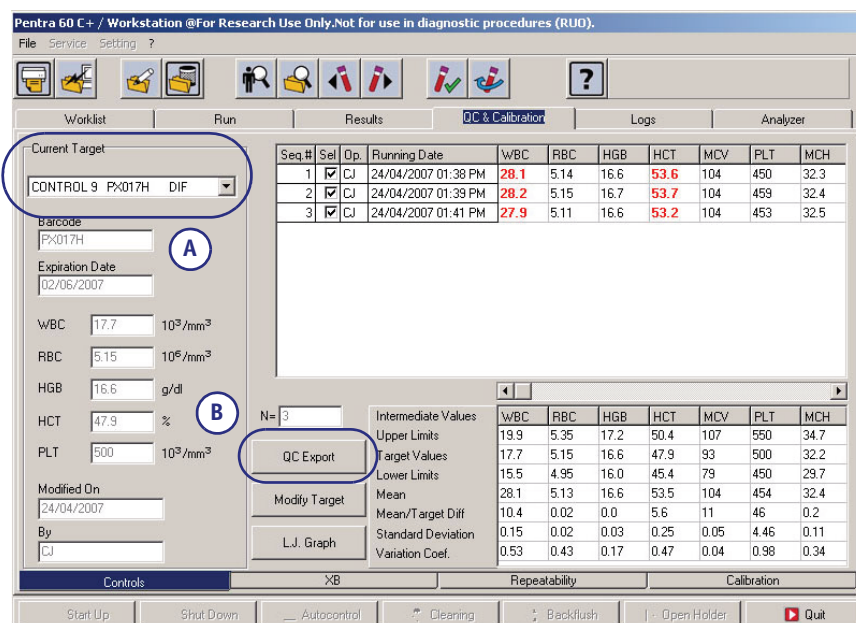

Fig.1-1: «QC & Calibration» tab
- ◆ Open the «QC & Calibration» Tab (See "Fig.1-1: «QC & Calibration» tab, page 4").
- ◆ Select the lot to export (Fig.1-1-A).
- ◆ Click the «Export QC» button (Fig.1-1-B).